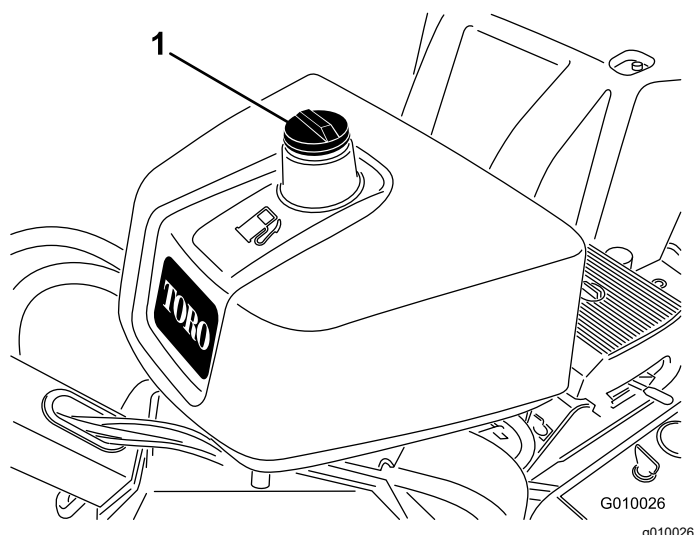

Figura 15
2. Pulite l'area attorno al tappo del serbatoio del carburante e rimuovetela (Figura 15).